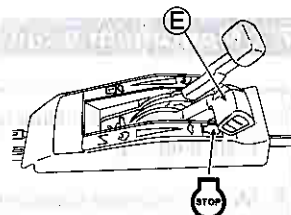

Fig. 14.
2 Coloque a alavanca do acelerador (E) em "STOP". (Veja a fig. 14.)